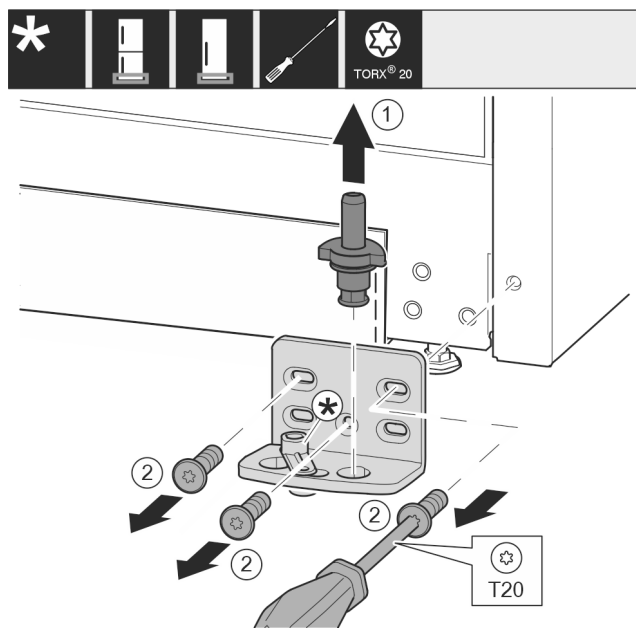

Fig. 42 *
- ▶ 将轴承螺栓 Fig. 42 (1) 完全向上拉出。*
- ▶ 将螺钉 Fig. 42 (2) 用螺丝刀旋开并取下托架。*